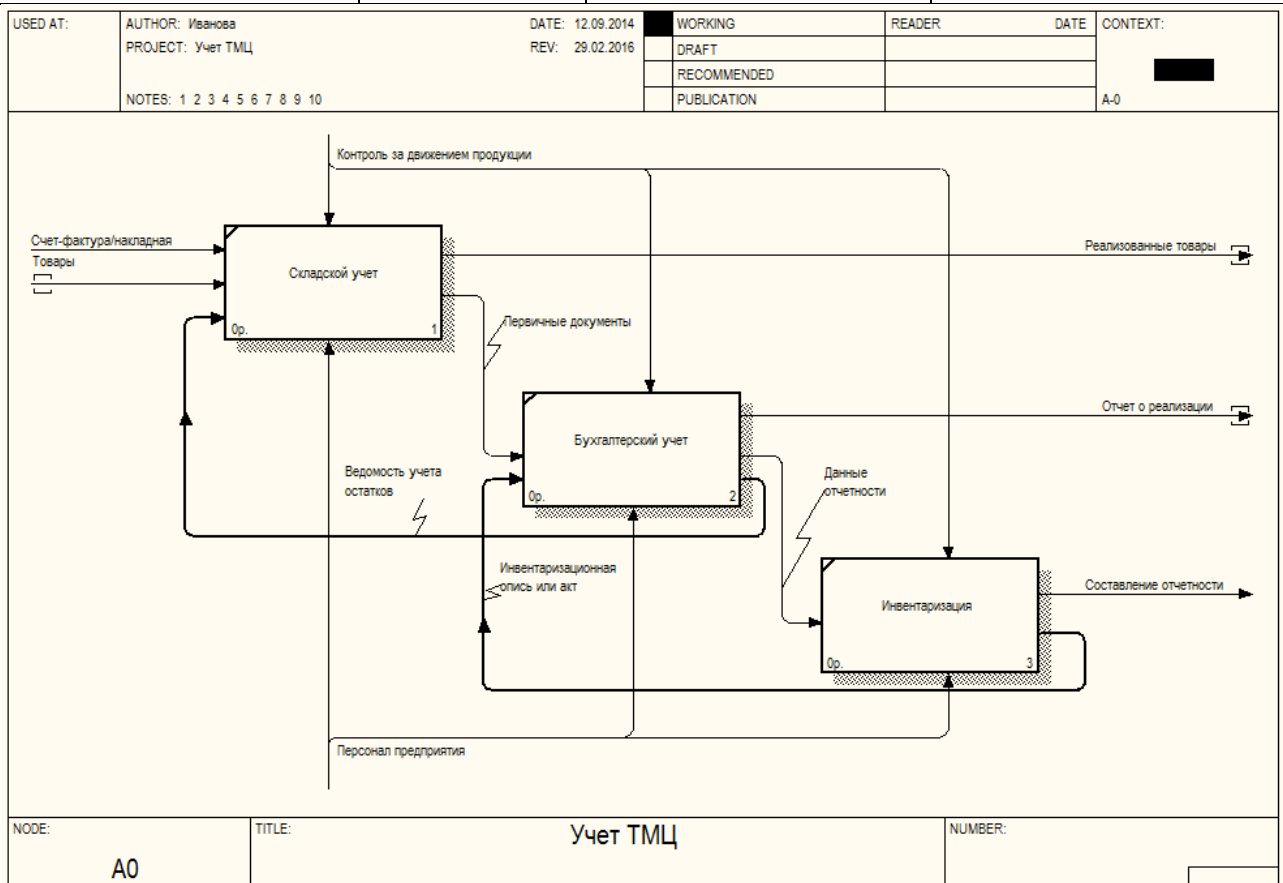

Рис. 36. Диаграмма декомпозиции A0
3. В соответствии с табл. 10, 11 и рис. 36 создайте диаграмму декомпозиции.